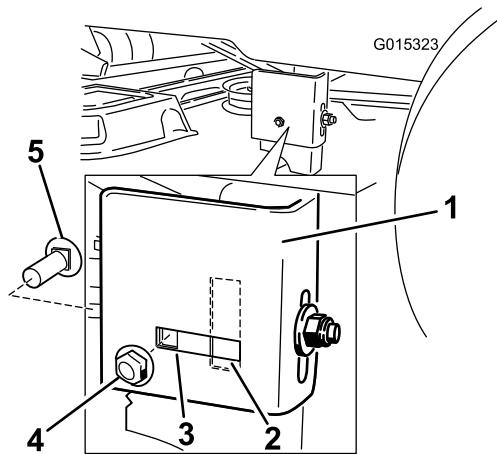

Figura 62
8. Verifique se os parafusos de carroçaria lateral está na posição fixa ou ranhurada (Figura 62).
Nota: Se o parafuso de carroçaria estiver na posição fixa, remova o parafuso da carroçaria lateral e porca de fixação lateral da posição fixa e instale-a na posição de ajuste ranhurada (Figura 62).